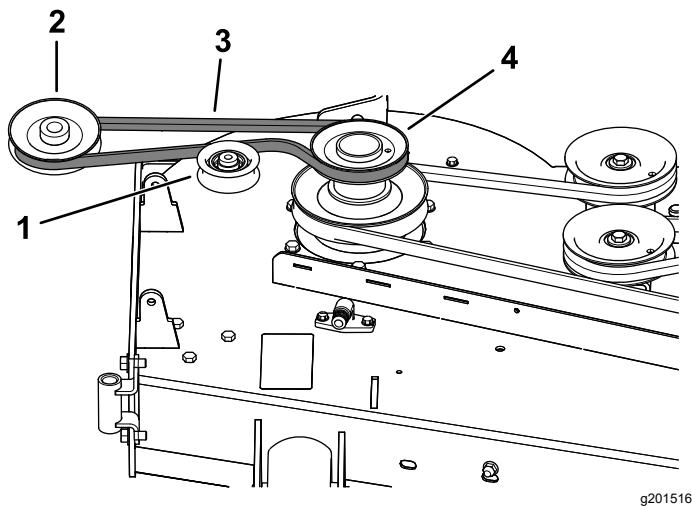
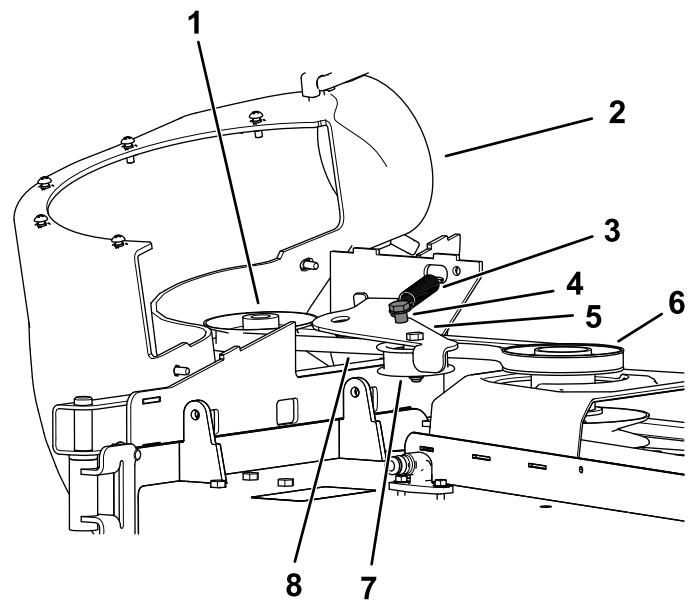

Figura 26
Figura 27
1. Se necessario, montate la cinghia sulla puleggia del soffiatore (Figura 26).
1. Montate la cinghia attorno alla puleggia del soffiatore (Figura 26 e Figura 27); fate riferimento a 11 Montaggio del gruppo soffiatore (pagina 15).
3. Tirate la puleggia tendicinghia caricata a molla lontano dal supporto per molla fisso e avvolgete la cinghia attorno alla puleggia del piatto di taglio (Figura 27).
4. Fate passare la cinghia intorno alla puleggia motrice, come illustrato in Figura 26 e Figura 27.